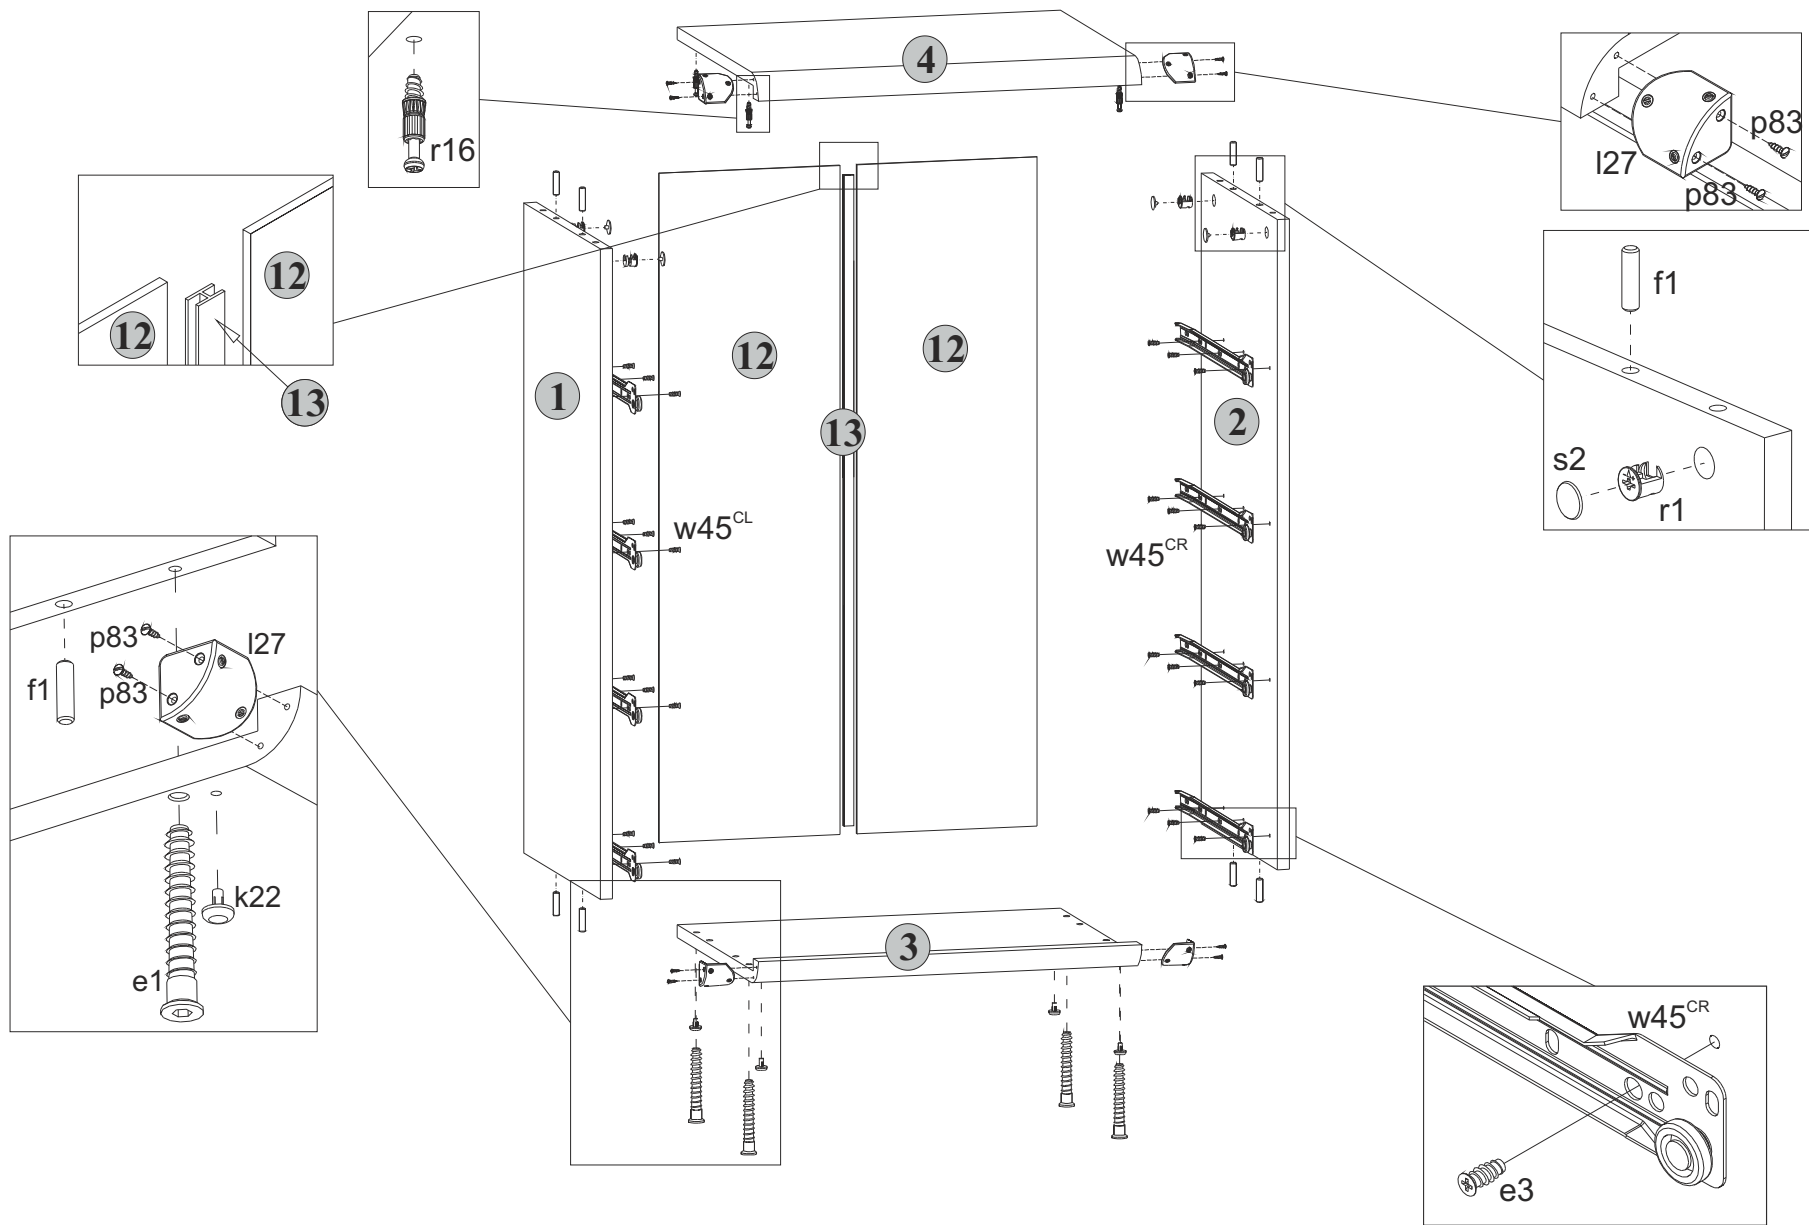

Рис. 2
эксцентриковые **r1** (см.рис. 2).
5.5 В отверстия диаметром **5 мм** на нижней поверхности щита верхнего **4** вкрутить винты стяжки **r16**, пользуясь крестообразной отверткой (см.рис. 2).
5.6 В отверстия диаметром **4,5 мм** на нижней поверхности щита нижнего **3** вставить опоры полимерные **k22** (подпятники) (см.рис. 2).
5.8 К стенкам боковым **1 и 2** присоединить щит нижний **3** и стянуть еврошурупами **e1**, пользуясь специальным ключом **z1** из комплекта фурнитуры (см.рис. 2).
5.2 В отверстия диаметром **8 мм** на верхних и нижних кромках стенок боковых **1 и 2** вбить деревянные шканты **f1** (см.рис. 2).